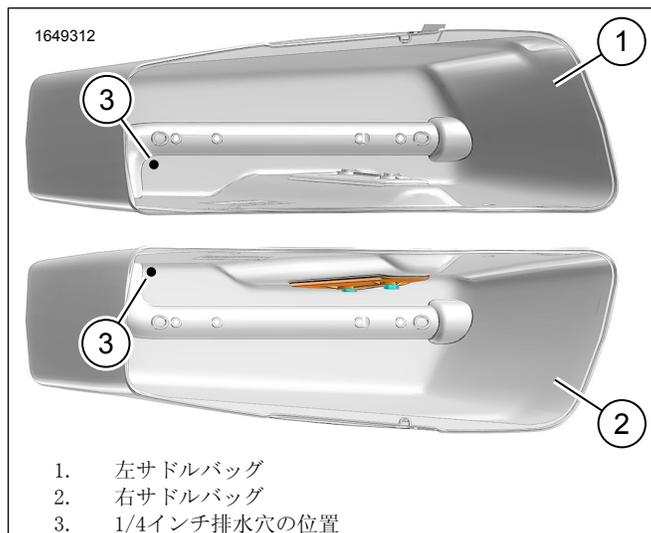

図10。排水穴の位置
- d. 図10を参照してください。排水穴: およその位置に1/4インチの排水穴(3)を2つドリルで開けます。